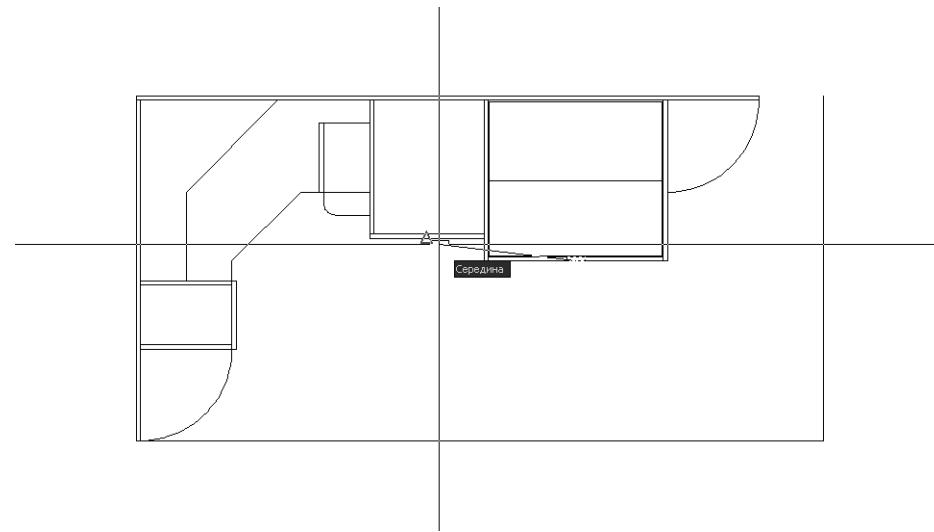

Рис. 4.62 ▼ Копирование прямоугольника на контур фасада большой тумбы с помощью режима привязки **Середина** (Midpoint)
4. Снова включите режим привязки **Середина** (Midpoint) и, подведя указатель-перекрестье к середине нижней горизонтальной линии прямоугольника, обозначающего контур фасада большой тумбы (рис. 4.62), щелкните для вставки копии исходного прямоугольника в эту точку.